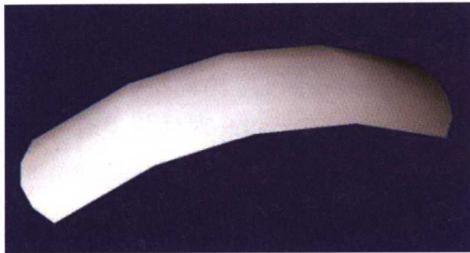

图 1.14
- (3) 直接用 NURBS 几何体工具产生的圆锥体属于：
- (4) Polysurface 的特点有：
- (5) 如图 1.14 所示,用平滑曲线产生的平滑曲面,渲染起来却出现了棱角,这是因为：